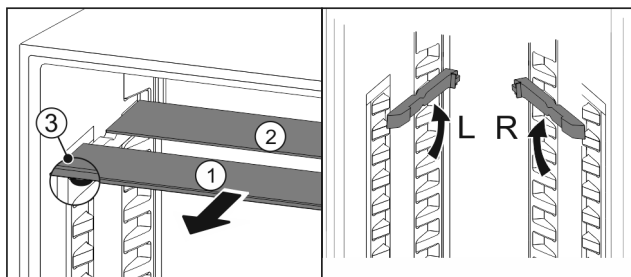

Fig. 53
- ▶ Vytiahnite sklené dosky jednotlivo dopredu Fig. 53 (1).
- ▷ Sklená doska Fig. 53 (1) s ozdobnou lištou leží vpredu.
- ▷ Zarážky Fig. 53 (3) ukazujú nadol.